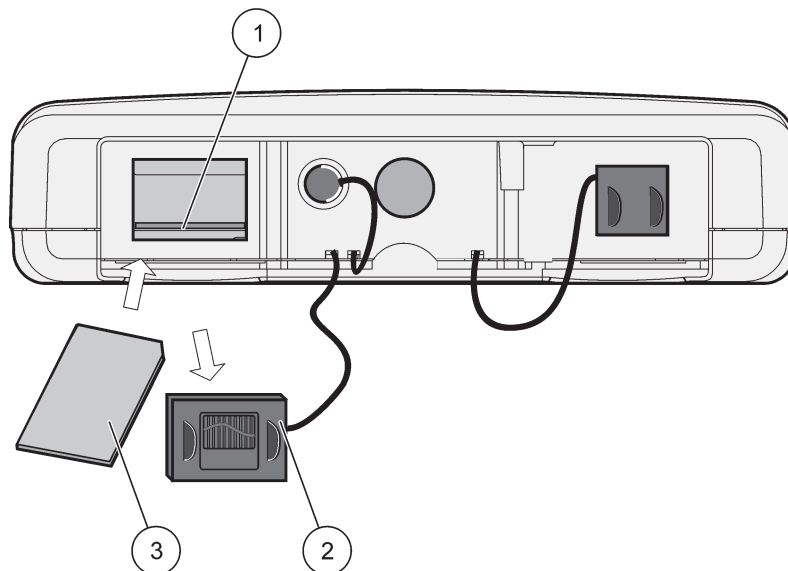

Figura 36 Inserte la tarjeta de memoria en el módulo de la pantalla
**Para insertar la tarjeta SIM en el módulo de la pantalla (Figura 36):**